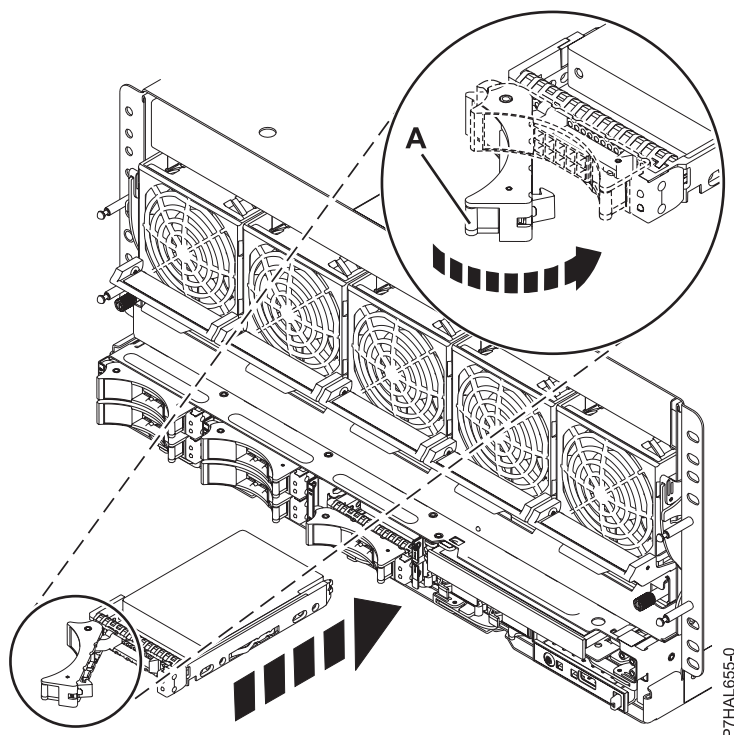

Figura 39. Substitució d'una unitat de disc al sistema
7. Quan el LED d'identificació parpellegi, inseriu del tot la unitat de disc o unitat d'estat sòlid en el sistema o unitat d'expansió i feu pressió a la nansa de la unitat (A) fins que quedi bloquejada, tal com es mostra a la Figura 39.